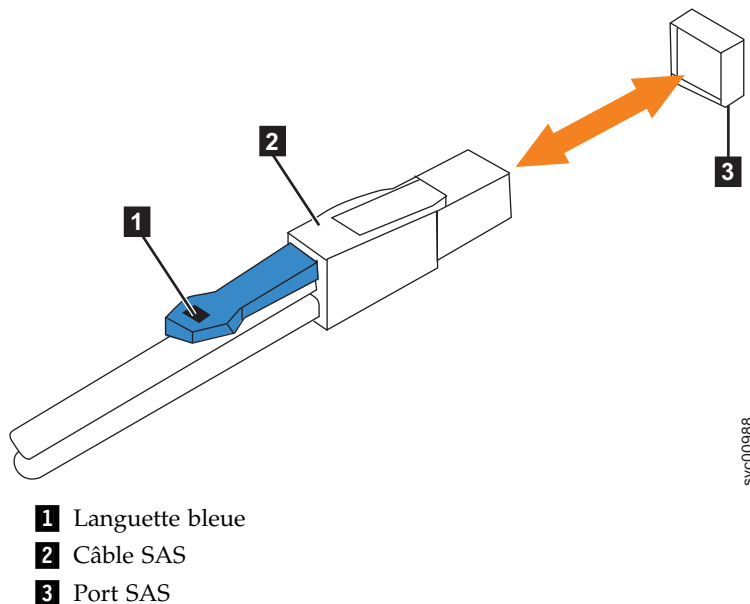

Figure 88. Orientation correcte des connecteurs des câbles SAS
5. Assurez-vous que le connecteur SAS est orienté correctement, comme indiqué dans la figure 88. La languette bleue doit être tournée vers le haut de la cartouche du boîtier.